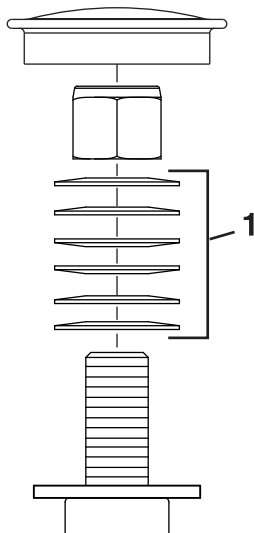

Bild 50
3. Entfernen Sie den Staubdeckel vom Laufrad und ziehen Sie die Sicherungsmutter an (Bild 50).
4. Ziehen Sie die Sicherungsmutter so weit fest, dass die Federscheiben flach liegen und schrauben dann um Viertelumdrehung zurück, um die Lager richtig vorzuspannen (Bild 50).
Wichtig: Achten Sie darauf, dass die Federscheiben richtig eingesetzt sind, siehe Bild 50.
5. Setzen Sie den Staubdeckel auf (Bild 50).